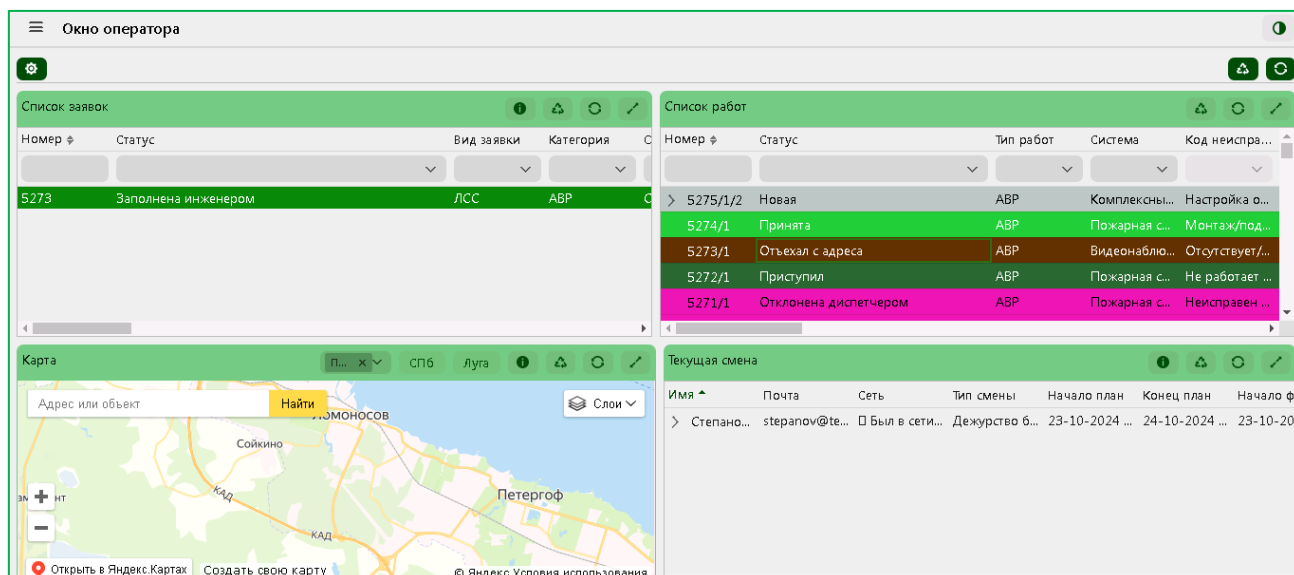

Рисунок 3. Выделена работа и на всех панелях отображается информация, связанная с этой работой.
- исполнителя – работы, заявки, его местонахождение (рис. 3).